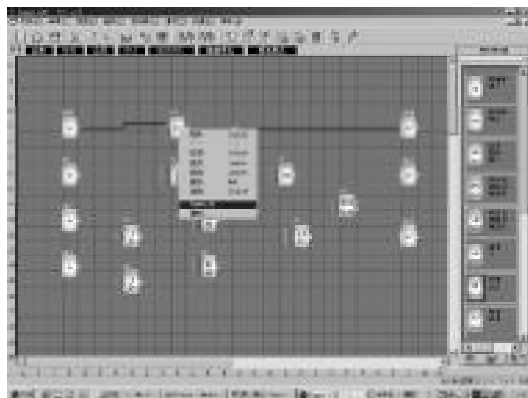

图 4.10 修改功能块标号
4. 更改功能块的标号: 在功能块的上方点击鼠标的左键, 出现如图 4.10 所示的对话框, 选择“改变功能块号”, 会弹出图 4.11 所示的对话框, 即可修改功能块的标号。